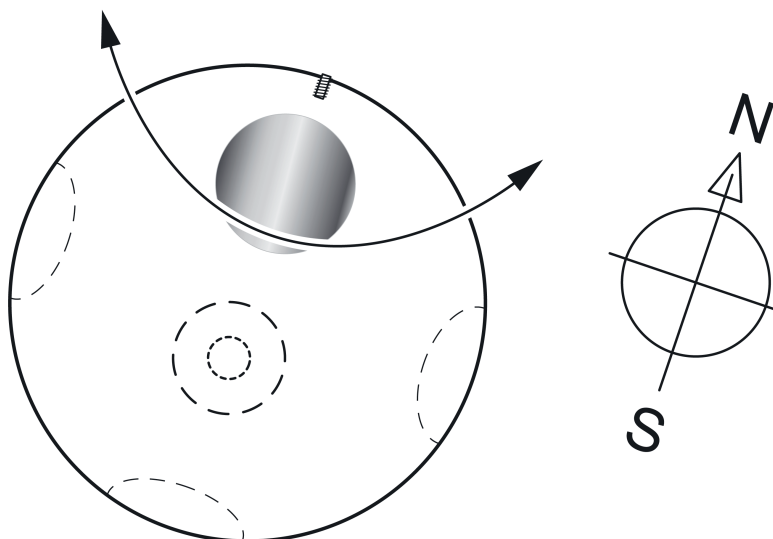

Рисунок 9: Регулировка метеостанции
- Сориентировать головку датчика в направлении неба или, в зависимости от условий на месте, выровнять ее в направлении фасада (рисунок 9).